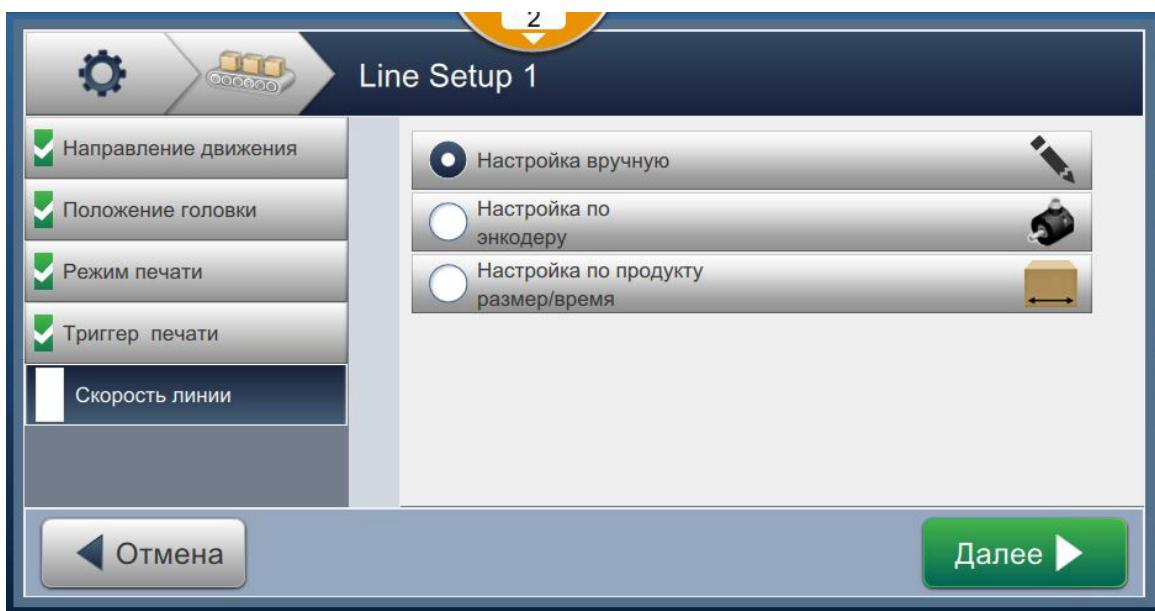

Рис. 6-33: Наладка линии – скорость линии
1. Нажмите параметр *Скорость линии* на экране параметров наладки линии, выберите нужную скорость линии, как показано на Рис. 6-33. Нажмите кнопку **Далее ►**, чтобы задать скорость линии.
1. Выберите параметр *Ручная настройка*, как показано на Рис. 6-33. Нажмите кнопку
1. Выберите параметр *Определяется энкодеру*, как показано на Рис. 6-33. Нажмите кнопку
1. Нажмите параметр *Определяется размером продукта/временем*, как показано на Рис. 6-33.